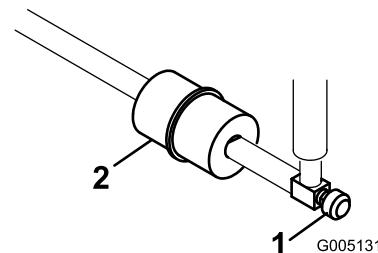

Figura 44
Nei tubi di alimentazione, tra il serbatoio del carburante ed il carburatore, è incorporato un filtro in linea (Figura 44).
1. Chiudete la valvola di intercettazione del carburante, allentate la fascetta stringitubo dal lato carburatore e togliete il tubo di alimentazione dal filtro (Figura 44).
2. Collocate una bacinella di spурgo sotto il filtro, allentate la restante fascetta stringitubo e rimuovete il filtro (Figura 44).